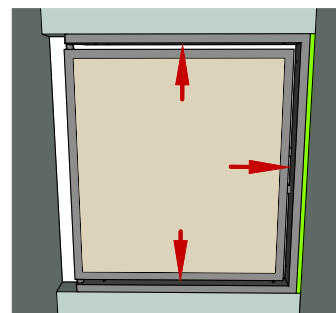

Рис. 12
1) Прижмите люк вплотную к проёму сверху, внизу и со стороны замка (Рис.12). (Если люк будет располагаться вплотную к проёму со стороны петель, то люк не откроется из-за соприкосновения плиток друг об друга сразу же при попытке открывания, даже если мы подточим край соседней плитки под 45 градусов).